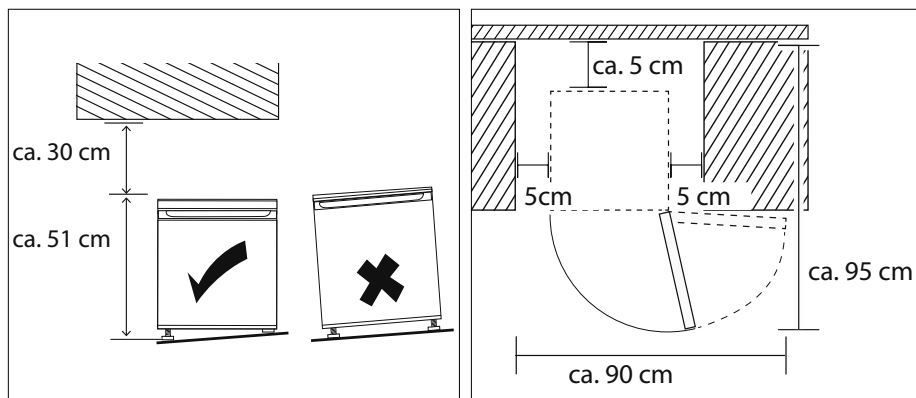

Abb. 11
Um die Kühlraumtür (4) vollständig öffnen zu können, müssen die in **Abb. 11** stehenden Raummaße zur Verfügung stehen.